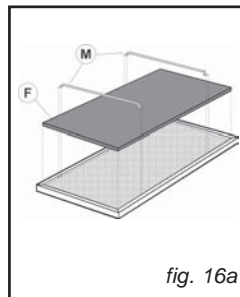

fig. 16a
• **Sustitución del filtro de carbón (fig.16a-16b)**